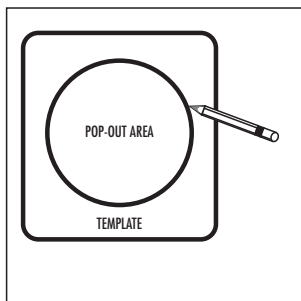

FIGURE 10a
- Using the template, trace the installation location with a pencil. You can do this by holding the template in your preferred location and tracing around it (rectangle) or within the template pop-out area (round). Use a level to make certain the template is straight and plumb. This is the exact cutout size [figures 10a & 10b].
- À l'aide du gabarit, tracez l'endroit de l'installation avec un crayon. Vous pouvez accomplir cette besogne en tenant le gabarit à l'endroit choisi et en traçant tout autour (modèles rectangulaires) ou en traçant l'intérieur du gabarit (modèles ronds). Utilisez un niveau pour vous assurer que le gabarit est bien droit et de niveau. C'est la taille exacte de l'embrasure [figures 10a et 10b].